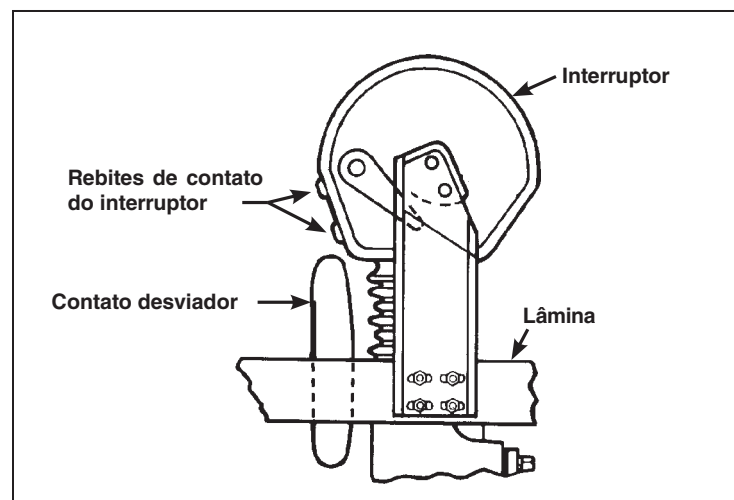

Figura 46. Conjunto da lâmina movimentando-se na direção de abertura.
- (g) Movimente a lâmina na direção de *abertura* e verifique se cada contato desviador da lâmina se encaixa firmemente nos respectivos rebites de contato do interruptor antes que os contatos da lâmina desengatem dos conjuntos de contatos fixos principais. Ver Figura 46. Os contatos desviadores podem ser flexionados, conforme a necessidade, para adequação a estas condições.